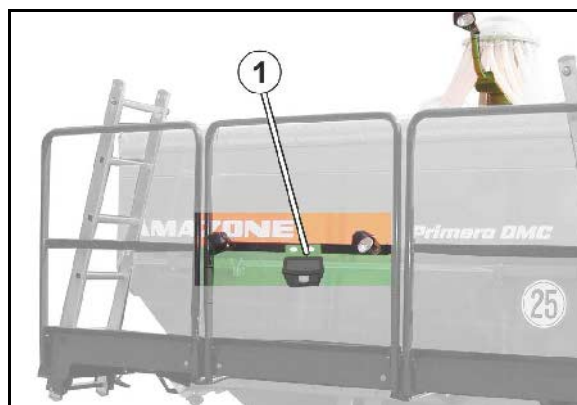

Рис. 64
1. Поднимите опору (Рис. 64/1) с помощью рукоятки (Рис. 64/2) до упора.
Опустите опору (Рис. 64/1) с помощью рукоятки (Рис. 64/2) до упора, пока не будет разгружена тяговая серьга.